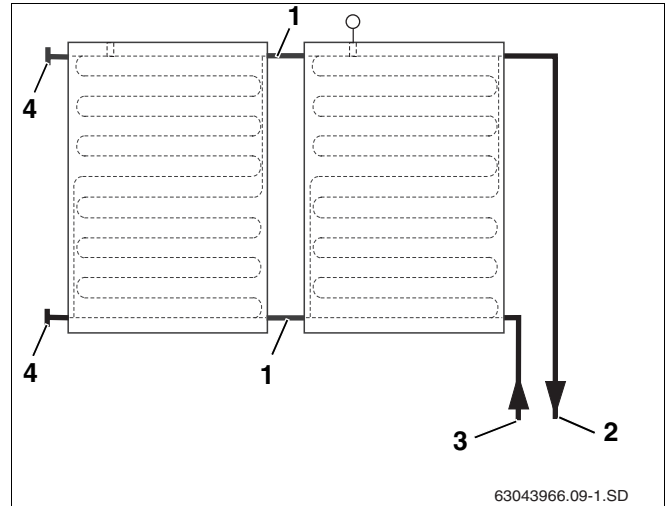
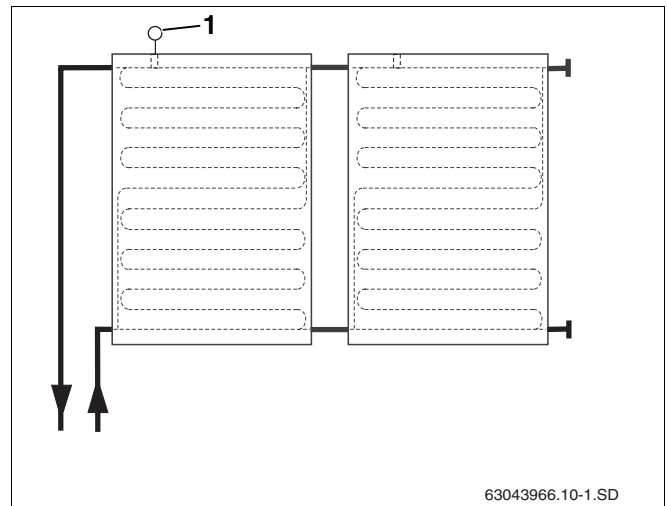

Fig. 39 Allacc. idraulico lato destro fino a max. 5 collettori
Fig. 40 Allacc. idraulico lato sinistro fino a max. 5 collettori
I collettori devono essere montati in maniera tale che i passanti per la sonda dei collettori (fig. 40, **pos. 1**) siano nella parte superiore.
Le tubazioni di allacciamento idraulico potranno essere collegate a destra (fig. 39) o a sinistra (fig. 40). In queste istruzioni, le tubazioni di collegamento sono state rappresentate sul lato destro.
L'allacciamento su un lato unico può essere realizzato con un campo di collettori costituito da max. 5 collettori (fig. 39 e fig. 40).